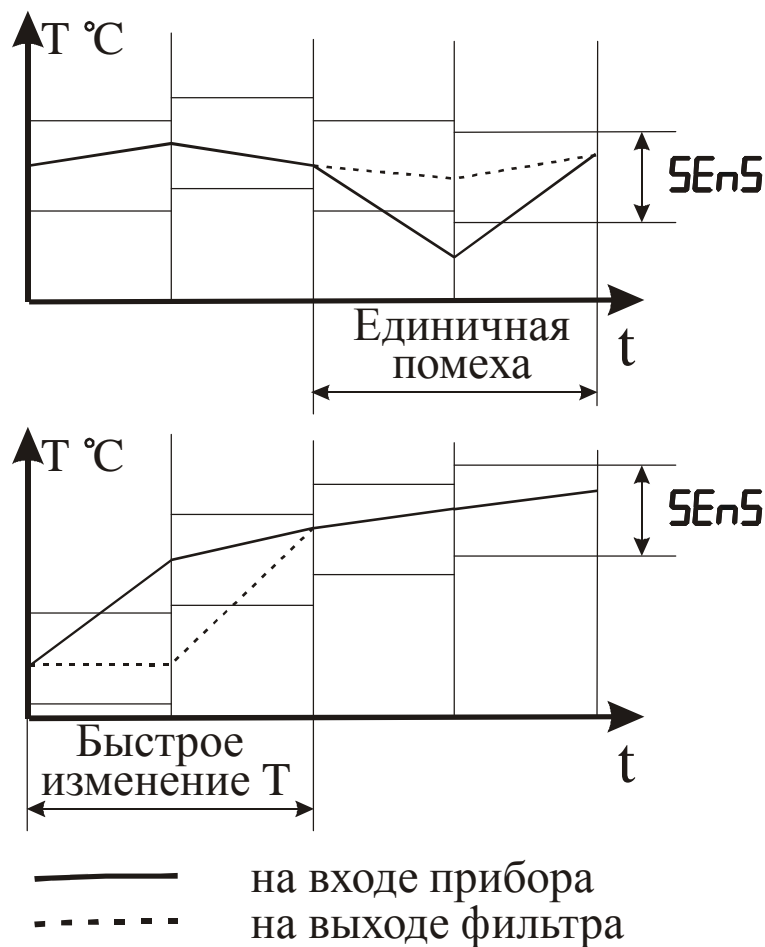

Рисунок 3.12 – Работа фильтра при воздействии случай-ной помехи и быстром изменении сигнала
3.3.3.7 С целью уменьшения влияния случайных импульсных помех на показания в прибор введена цифровая фильтрация. Работа фильтра описывается параметром “Полоса фильтра”. Если текущее значение температуры отличается от результатов предыдущего измерения на значение, которое превышает указанное в параметре “Полоса фильтра”, то проводится повторное измерение температуры, а на индикаторе остается старое значение (см. рисунок 3.12).